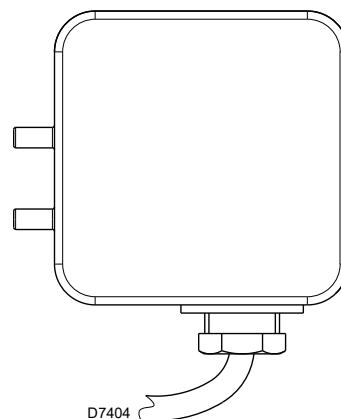

Fig. 25
- Regular el presostato aire (Fig. 25) en el inicio de la escala.
Regular el presostato de aire (Fig. 25) tras haber realizado todas las demás regulaciones del quemador con el presostato de aire regulado al inicio de la escala. Con el quemador funcionando a la potencia requerida, girar el botón esférico en el sentido de las agujas del reloj hasta el bloqueo del quemador. Girar después el botón esférico en el sentido contrario al de las agujas de reloj hasta un valor igual a aproximadamente el 20% del valor regulado y controlar a continuación el correcto arranque del quemador. Si el quemador se bloquea de nuevo, gire todavía un poco más el botón esférico en el sentido contrario al de las agujas del reloj.